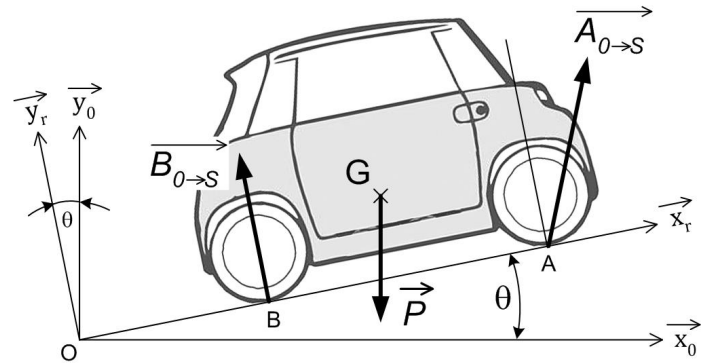

Fig. 1
- On considère le problème plan (voir figure 1),